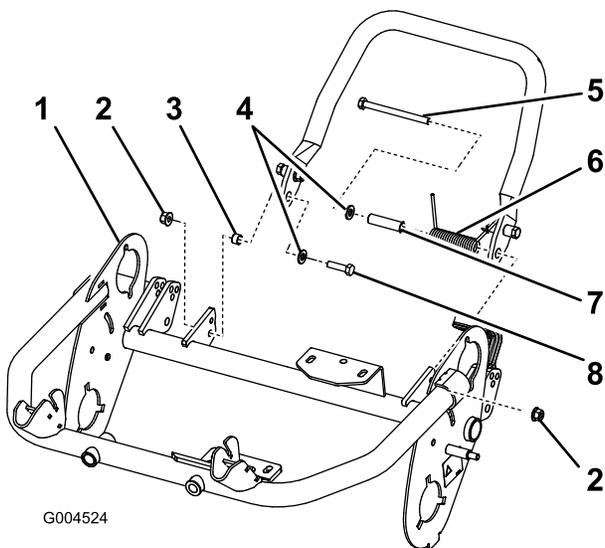

Bild 10
- Setzen Sie eine Scheibe (M8) auf die kleine Schraube (M8-1,25 x 030). Montieren Sie die rechte Seite des Ständers mit der Schraube und der Scheibe, dem kleinen Distanzstück und der Sicherungsmutter (M8-1,25) am Rahmen (Bild 10). Stellen Sie sicher, dass die Schraube von der Innenseite des Rahmens eingesetzt ist, siehe Bild 10.
Wichtig: Setzen Sie beim Einbauen der Feder ein Ende der Feder unter den hinteren Rahmen (Bild 10).
- Montieren Sie die linke Seite des Ständers mit der Schraube und der Scheibe, dem großen Distanzstück, der Feder und der Sicherungsmutter (M8-1,25) am Rahmen (Bild 10). Stellen Sie sicher, dass die Schraube von der Innenseite des Rahmens eingesetzt ist, siehe Bild 10.